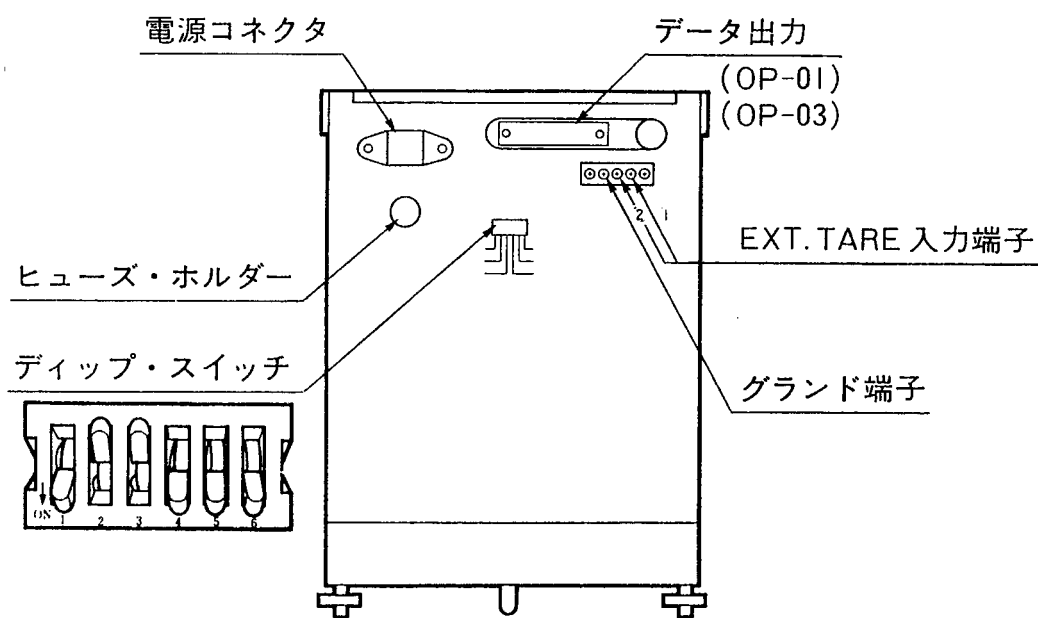

図2 パネル面 (ER-Aシリーズ)
3. 被計量物を計量皿に載せます。表示値が変化し、安定すると安定検出マーク(図2)が点灯(もしくは消灯)^{*}します。そのときの値が重量値を示します。
*本体背面の内部設定ディップ・スイッチ(図2)により、安定すると安定検出マークが消灯するように設定できます。(2-4項(3))
本体背面の“EXT. TARE”端子①②間にスイッチなどを接続してください。(図2裏面)。
内部設定用のディップ・スイッチは本体背面にあります。（図2）